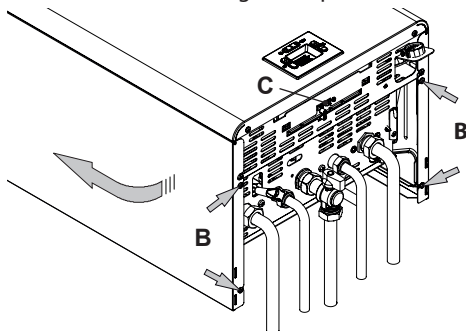

Figura 9.2
- Allentare le viti **B** in Figura 9.2 e togliere i due pannelli laterali spingendoli verso l'alto in modo da liberarli dai ganci superiori.
- Svitare la vite **C** che blocca il pannello comandi (Figura 9.2).